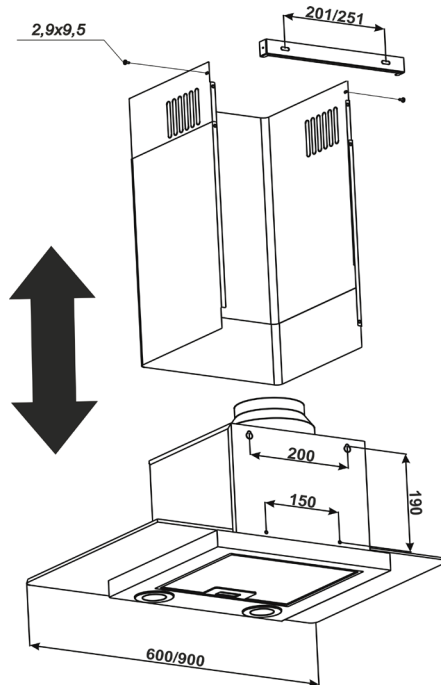

Abb. 4
6.4 Markieren Sie die Befestigungslöcher des Schanks an der Küchenwand. Machen Sie dazu eine Papiervorlage mit den Koordinaten der 4 Löcher an der Rückwand des Gehäuses (Punkte A, B, C, D div. Installationsdiagramm); Bringen Sie die Schablone in der zuvor angegebenen erforderlichen Höhe an der Wand an und richten Sie sie aus (Abb. 4).
6.9 Installieren Sie die teleskopische Kaminhaube am Haubenkörper. Heben Sie die obere Abdeckung der Haube mit der Deckenstange so an, dass sie den Lüftungskanal bedeckt, und markieren Sie die Löcher für die Halterung in den Nuten der Stange 2 (**Punkte E, F**) (**Abb. 4**).
6.13 Setzen Sie die Außenverkleidung des Kamingehäuses in die Schlitzze an der Haube ein und heben Sie die Innenverkleidung an, um die Befestigungslöcher mit der Stange auszurichten, und verbinden sie **mit den 2 Schrauben 2,9 x 9,5 von den Seiten** (**Abb. 4**).